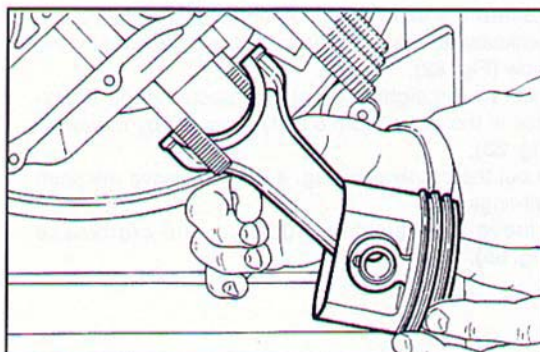

Fig. 88 ▲
- rimuovere i tamponi ferma-camicie, premere leggermente sulle teste di biella e fare uscire i complessivi biella-pistone (**Fig. 88**), quindi sfilare le canne cilindri dal basamento;
- remove the stop plugs, press lightly on the big ends to force out the end-piston assemblies (**Fig. 88**), remove the cylinder liners from the engine block;